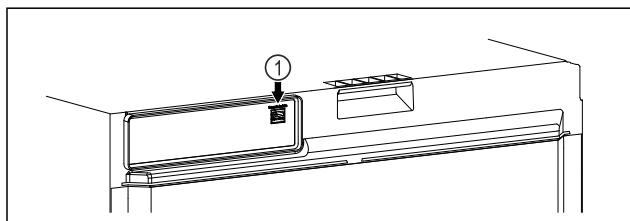

Fig. 114
- ☐ Je používán SmartModule *Fig. 114 (1)*.